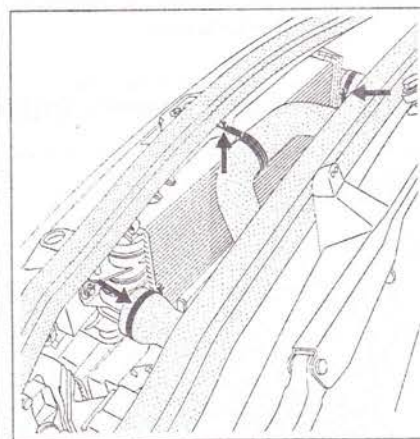

Рис. 5.12. Отсоедините патрубки от радиатора охлаждения наддувочного воздуха.
4. Отсоедините патрубки от радиатора охлаждения наддувочного воздуха (рис. 5.12).